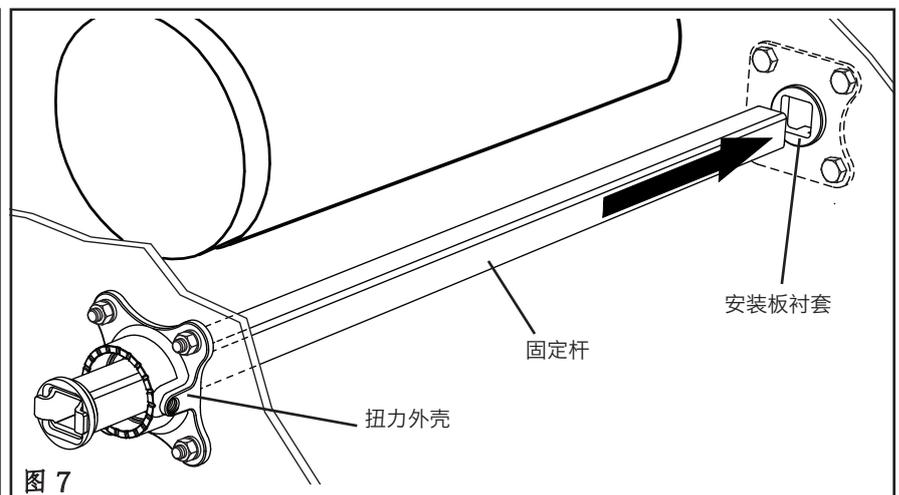

图 7
13. 将固定杆穿过扭力外壳和安装板衬套的另一侧 (图 7)。